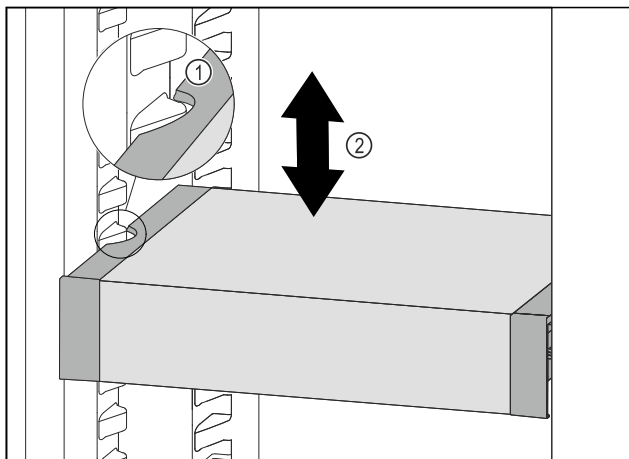

Fig. 90
- ▶ Тяните VarioSafe вперед, пока боковые выемки VarioSafe не окажутся на высоте выступа резервуара в холодильном отделении. Fig. 90 (1)
- ▶ Двигайте VarioSafe в холодильном отделении вверх или вниз, пока не будет достигнута требуемая высота. Fig. 90 (2)